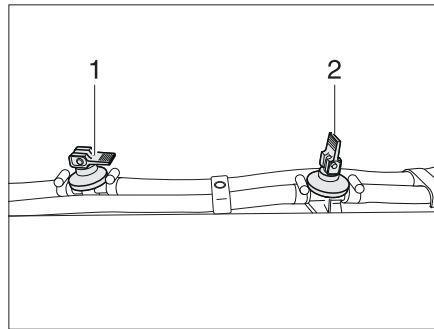

Fig. 376 Robinet de vidange
- Ouvrir tous les robinets de vidange. Pour cela, placer le levier à bascule (Fig. 376,2) en position verticale.